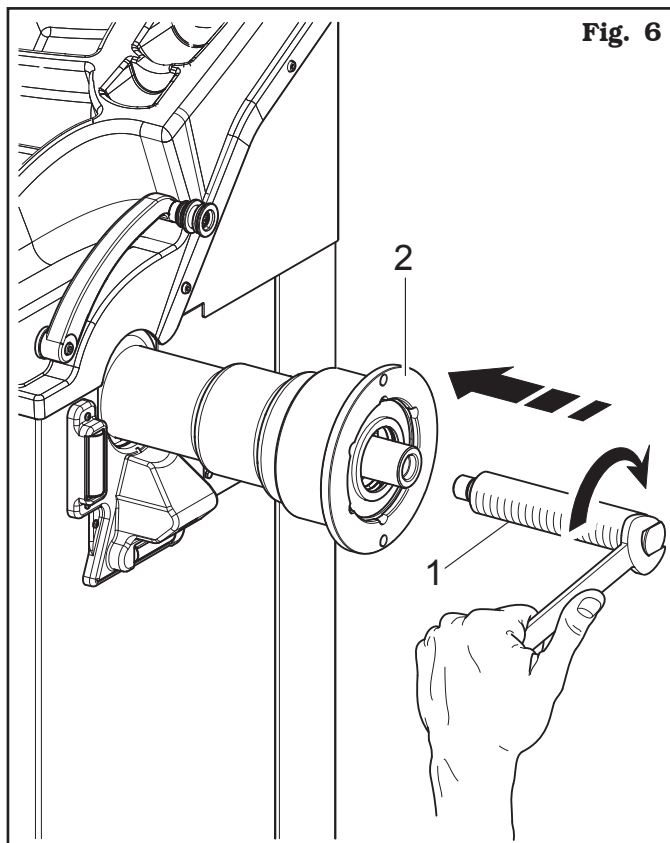

Fig. 6
Skruva fast med en sexkantnyckel spindeln (**Fig. 6 ref. 1**) på flänsen (**Fig. 6 ref. 2**).